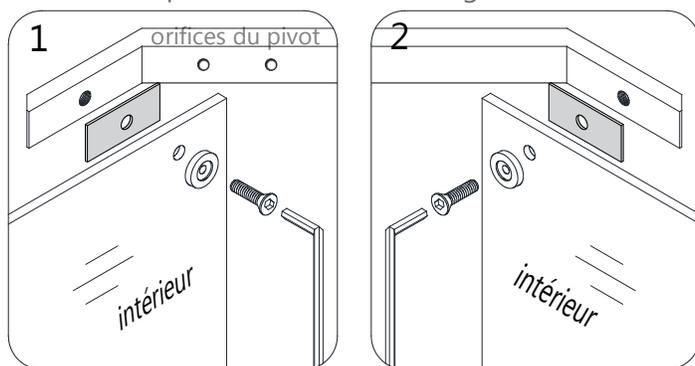
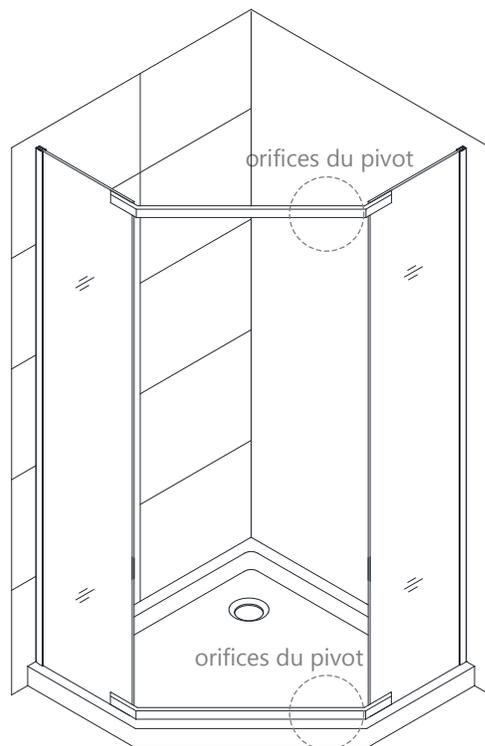

Fig 5a
Fig 5b
5. Examinez les **Barres de Pivot (N° 05)** et trouvez les perforations pour les pivots du haut et du bas sur une extrémité. Fixez les **Barres de Pivot** du haut et du bas (**N° 05**) (en orientant les orifices du pivot du bon côté pour l'ouverture de la porte) à travers les perforations du **Panneau Vitré (N° 03)**. Placez les **Joints Statiques de Vinyle transparent (N° 15)** entre les **Barres de Pivot (N° 05)** et le **Panneau Vitré (N° 03)** pour éviter tout contact verre-métal. Utilisez les **Boulons à Tête Hexagonale M8×25 (N° 17)** et la **Rondelle Décorative (N° 18)** pour fixer les **Barres de Pivot (N° 05)** au **Panneau Vitré (N° 03)**. (Fig. 5a et Fig. 5b)